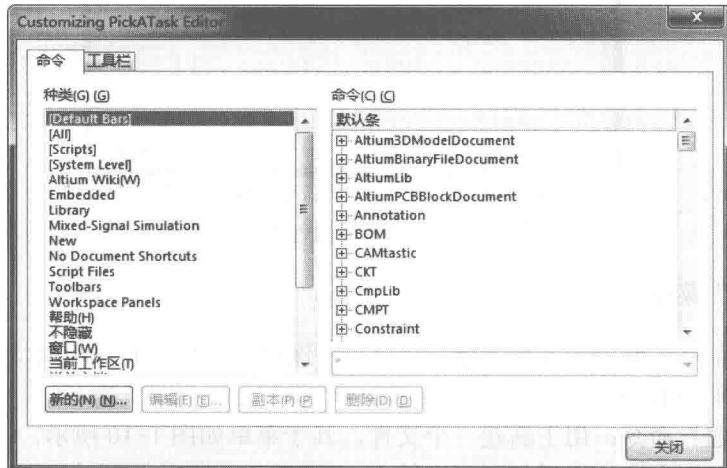

图 1-6 “Customizing PickATask Editor”对话框
- “自定制”命令：用于自定义用户界面，如移动、删除、修改菜单栏或菜单选项，创建或修改快捷键等。单击该命令弹出的“Customizing PickATask Editor（定制原理图编辑器）”对话框如图 1-6 所示。